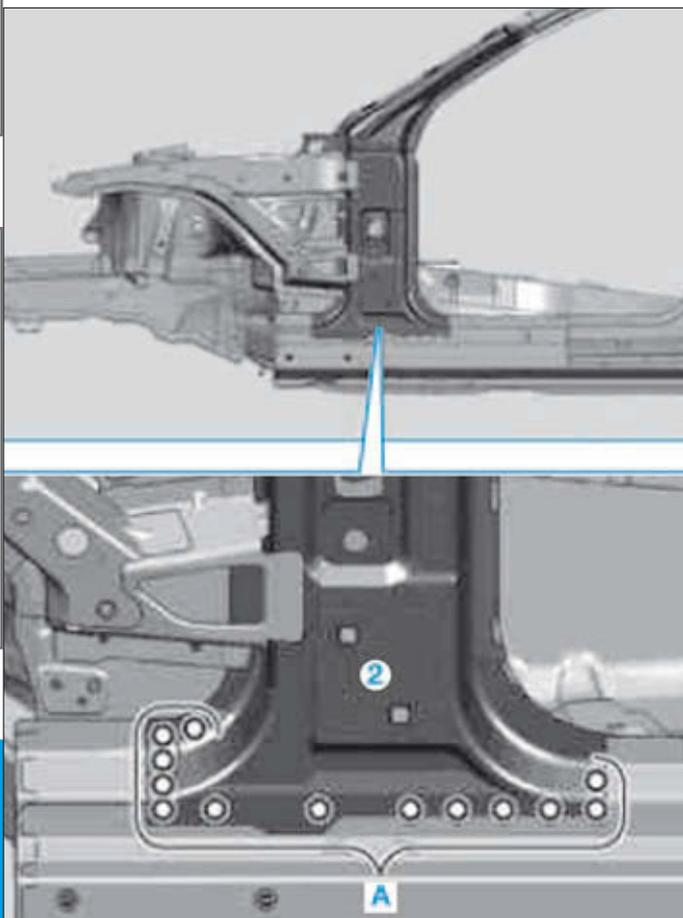

FIG. 68
- Poser le renfort du montant A (2), l'ajuster et le fixer (Fig.68).
- Percer des trous de rivet de Ø 6,7 mm dans la zone (A).